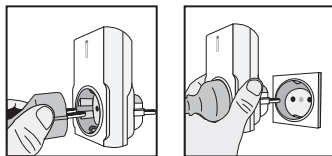

Рисунок 2. Программирование
5.1. Сначала подключите светильник или электроприбор к приемнику, а затем подключите к розетке (рисунок 2).